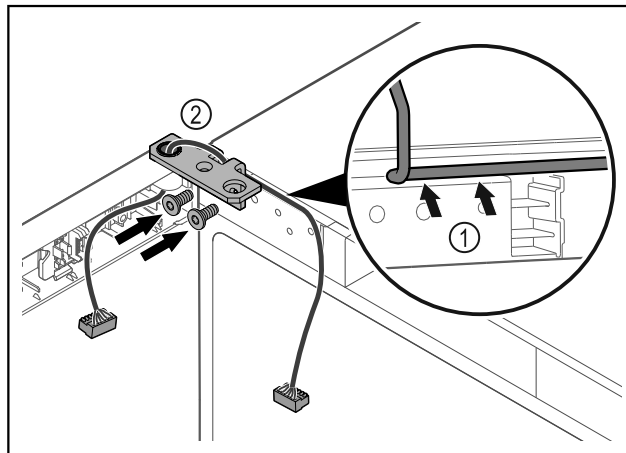

Fig. 39
- ▶ Läg kabeln genom gångjärnsfästets urtag och dra den försiktigt Fig. 39 (1).
- ▶ Skruva fast gångjärnsfästet Fig. 39 (2).